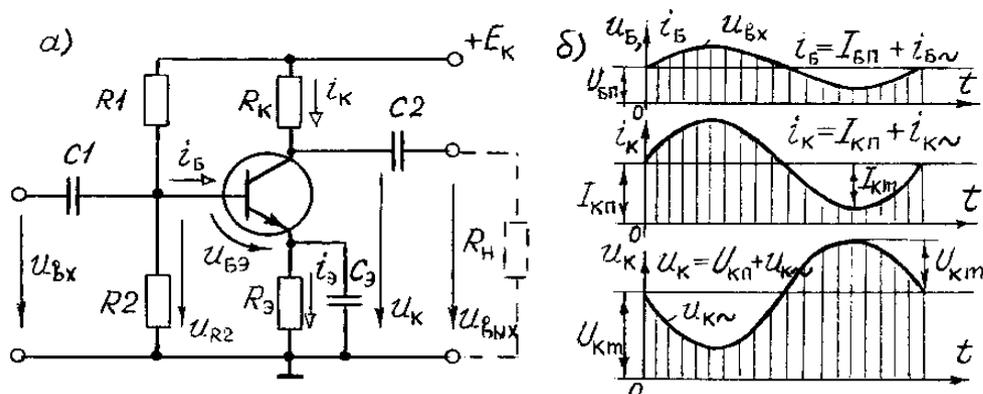

Рисунок 4
Рассмотрим один из наиболее распространенных усилительных каскадов на транзисторах – каскад с общим эмиттером (рисунок 4,а).
При подаче входного сигнала $u_{вх}$ на постоянную составляющую тока $I_{бп}$ накладывается переменная составляющая $i_б \sim$, и ток базы становится пульсирующим $i_б$ (рисунок 4, б). Он вызывает пульсацию тока коллектора $i_к = \beta i_б$ и коллекторного напряжения $u_к$. Переменная составляющая напряжения $u_к \sim$ через конденсатор $C2$ передается в нагрузку: $u_н = u_{ввых}$.
Так как $E_K = \text{const}$ и режим по постоянному току не меняется, то видно, что с увеличением тока $i_{k\sim}$ напряжение $u_{k\sim}$ уменьшается, оно сдвинуто по фазе относительно входного напряжения на 180° (рисунок 4, б).
Изучить устройство и принцип работы однокаскадного транзисторного усилителя с ОЭ (рисунок 4,а), проанализировать назначение всех его элементов. Письменно дать обоснованный ответ на вопрос соответствующего варианта в таблице 1.
1. Собрать электрическую цепь по схеме однокаскадного транзисторного усилителя с ОЭ (рисунок 4,а).
Цель работы; схема однокаскадного транзисторного усилителя с ОЭ (рисунок 4,а); обоснованный ответ на вопрос предварительного задания; таблицы измерений, графики амплитудных $U_{\text{вых}}(U_{\text{вх}})$ и амплитудно-частотных $K_U(f)$ характеристик усилителя, расчетные значения K_U , полоса пропускания усилителя для двух значений емкости C_2 ; оценка влияния нагрузки R_n и емкости связи C_2 на коэффициент усиления K_U , выводы.